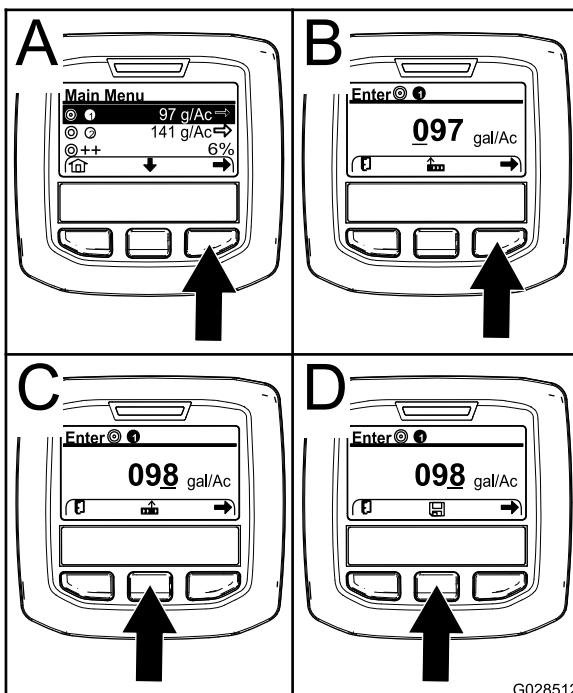

Figure 57
2. Au besoin, appuyez sur le bouton de sélection central pour mettre en surbrillance le débit d'application du programme 1 (Figure 57).
3. Appuyez sur le bouton de sélection droit pour sélectionner le programme de pulvérisation 1 (A de Figure 57).
- Appuyez sur le bouton de sélection droit (B de Figure 57) pour amener le curseur à la valeur numérique suivante à droite.
- Appuyez sur le bouton de sélection central (C de Figure 57) pour augmenter la valeur numérique (0 à 9).
- Remarque:** L'icône de sauvegarde s'affiche alors au-dessus du bouton central (D de Figure 57).
6. Appuyez sur le bouton de sélection central (D de Figure 57) pour sauvegarder le débit d'application programmé.